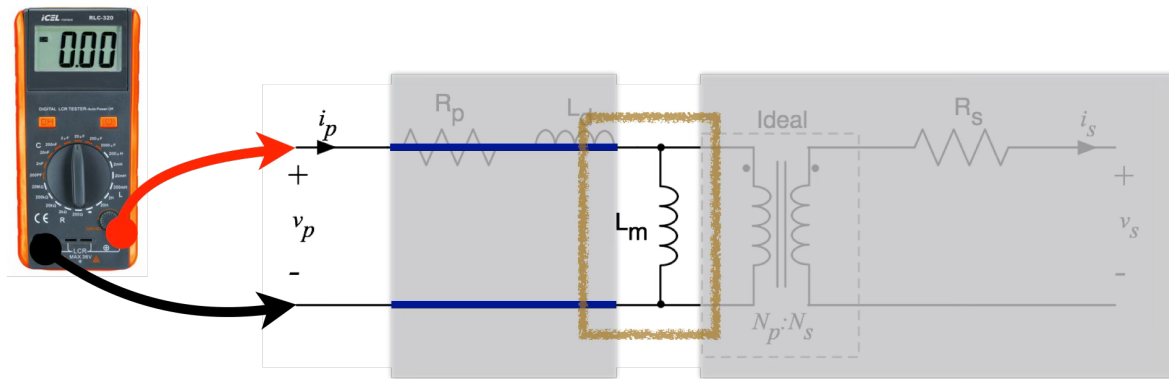

Figura 32 – Medição da indutância magnetizante pelo lado do primário.
- L_m – Indutância magnetizante do transformador, referida ao primário, será medida com um medidor RLC pelo lado primário, com o secundário em aberto (Figura 32).